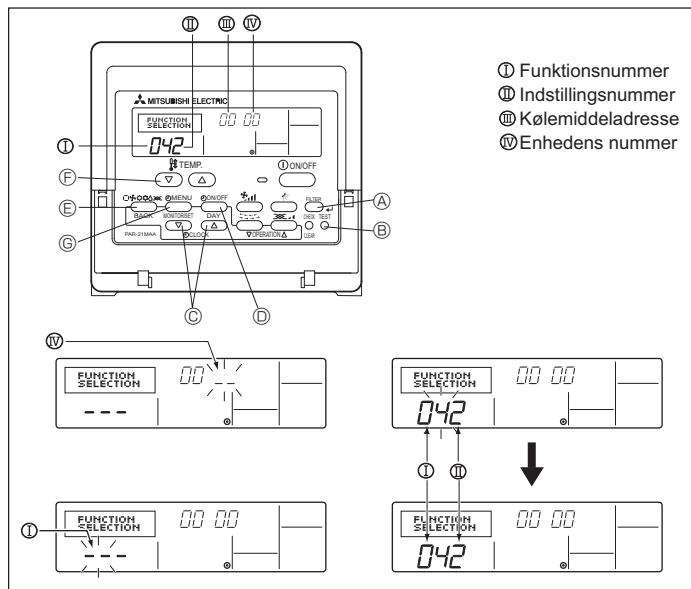

Fig. 6-8
1) Til ledningsbetjent fjernbetjening (Fig. 6-8)